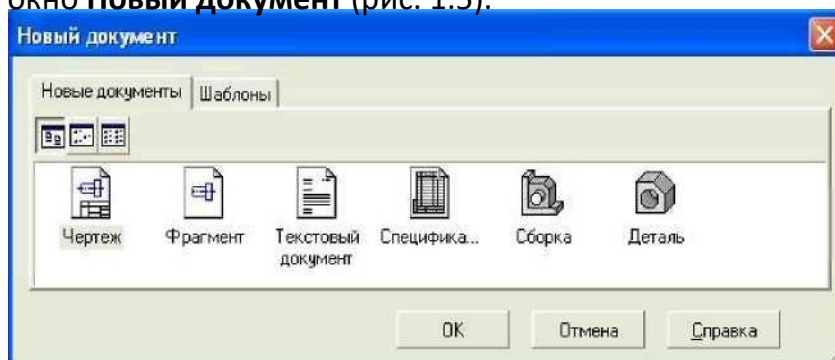

Рис. 1.5. - Диалоговое окно для выбора типа документа. Данное окно позволяет выбрать тип создаваемого документа.
**Создать** или одновременно нажать сочетание клавиш **Ctrl+N**. После этого появится диалоговое окно **Новый документ** (рис. 1.5).